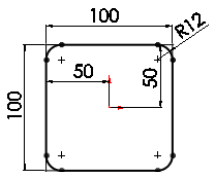
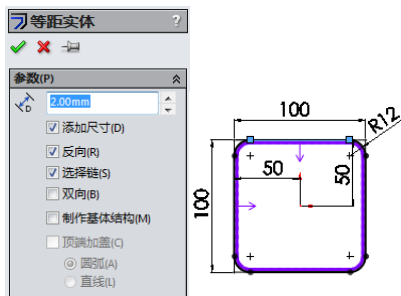

图 13-14 绘制矩形并倒圆角
图 13-15 生成等距实体
(1) 绘制草图。单击“草图”工具栏中的“边角矩形”按钮，或执行“工具”→“草图”→“绘制工具矩形”菜单命令，在绘图区域绘制一个矩形，通过标注智能尺寸，使原点在矩形的中心，然后单击“草图”工具栏中的“绘制圆角”按钮，绘制圆角，如图 13-14 所示，然后，单击“草图”工具栏中的“等距实体”按钮，输入等距距离数值 2，生成等距实体草图，如图 13-15 所示，单击“退出草图”按钮。